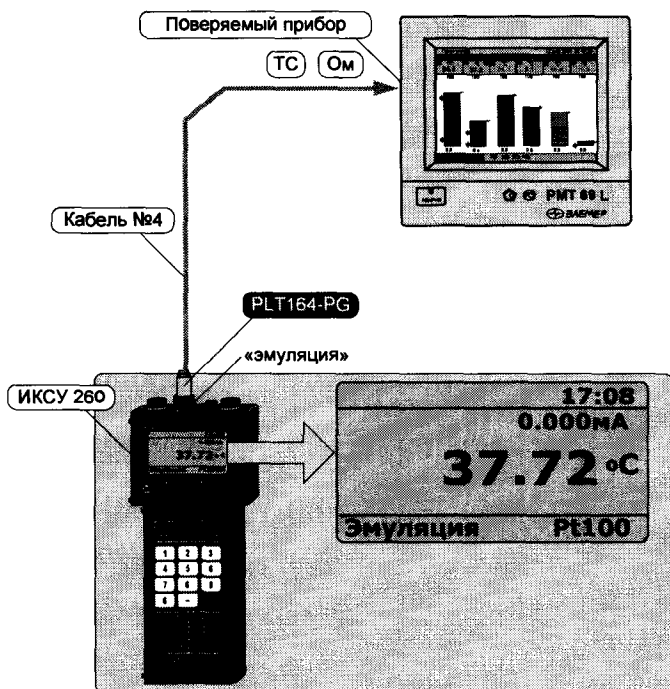

Рисунок 2.43
- в случае выбора пункта «ТС» необходимо выбрать из раскрывающегося списка тип ТС, например, «Pt100 IEC(385)» (см. рисунок 2.43) и нажать кнопку «»;